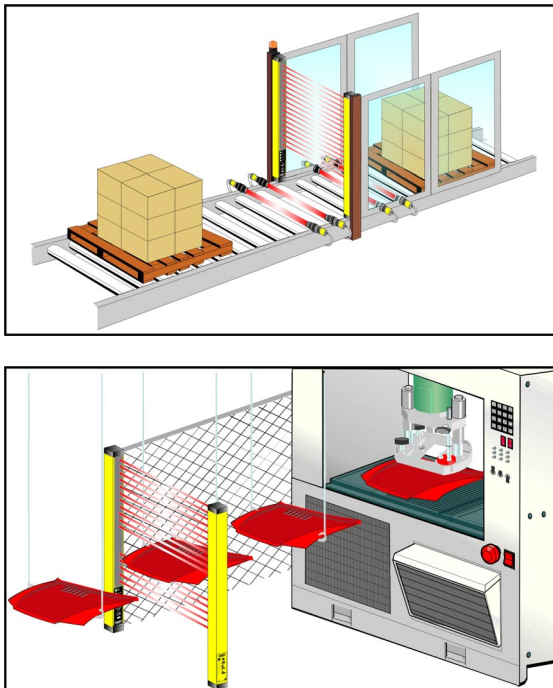

Fig. 22
- Respecto a requisitos en un funcionamiento en particular, la función muting permite la exclusión de la barrera de seguridad durante el funcionamiento; todas las salidas OSSD permanecen activas (véase Fig.22).